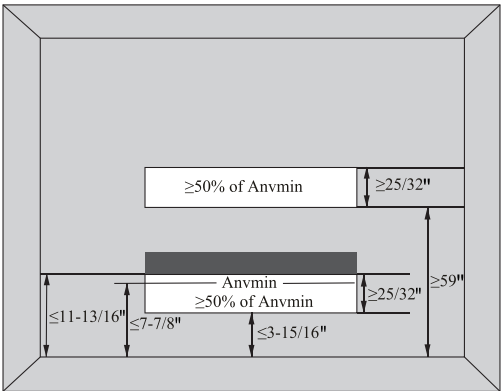

Fig.2-1 Condiții de deschidere pentru camerele conectate
3. Este destinată circulației persoanelor. Suprafața camerelor conectate pe același nivel, prin deschideri permanente în pereți și/sau uși între spațiile ocupate (inclusiv goluri între perete și podea), poate fi considerată o singură cameră dacă sunt îndeplinite următoarele condiții (conform Fig. 2-1):